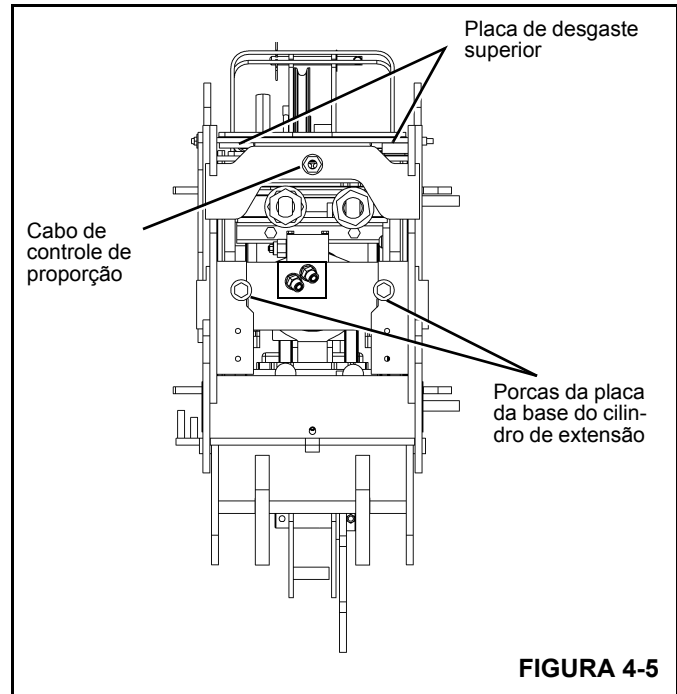

FIGURA 4-5
1. Remova as placas de desgaste superiores esquerda e direita na traseira entre a 1ª e 2ª seções da lança (Figura 4-5).